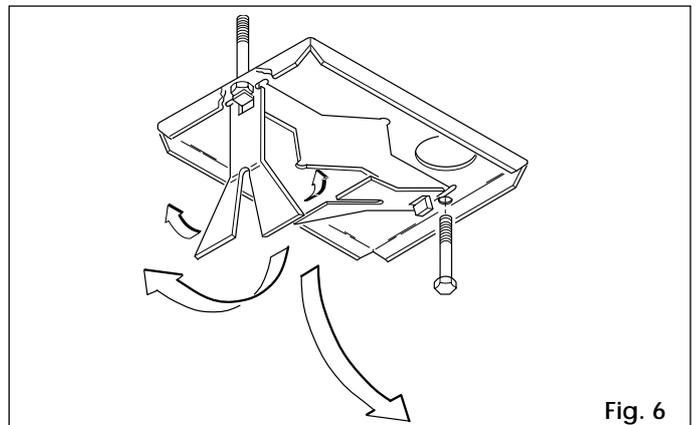

Fig. 6
- 2) Assembler la plaque de fondation comme indiqué Fig.6.